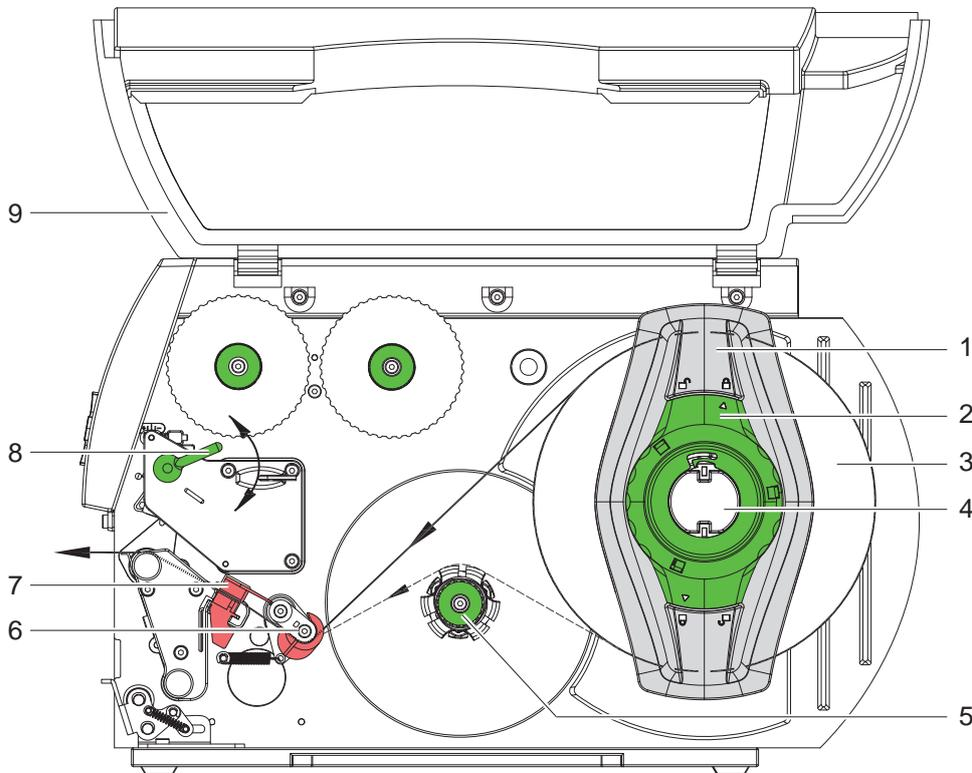

Figure 7 Insérer le rouleau d'étiquettes
- ▶ Tourner le levier (Figure 7, Pos. 8) dans le sens des aiguilles d'une montre pour bloquer la tête d'impression. Le rouleau d'étiquettes est inséré pour le fonctionnement en mode arrachage.